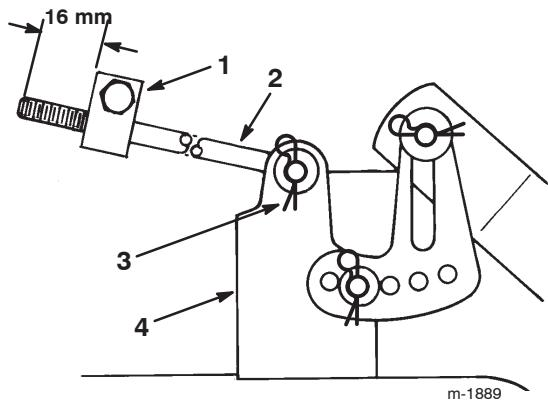

Bild 50
6. Messen Sie die Länge der Stange, die vorne aus dem Einstellblock an den Seiten des Rahmens heraussteht (Bild 50). Entfernen Sie, wenn die Länge der Stange nicht 16 mm beträgt, den Splint und die Scheibe vom Ende der Stange (Bild 50) und drehen Sie die Stange, bis die Länge von 16 mm erreicht ist.